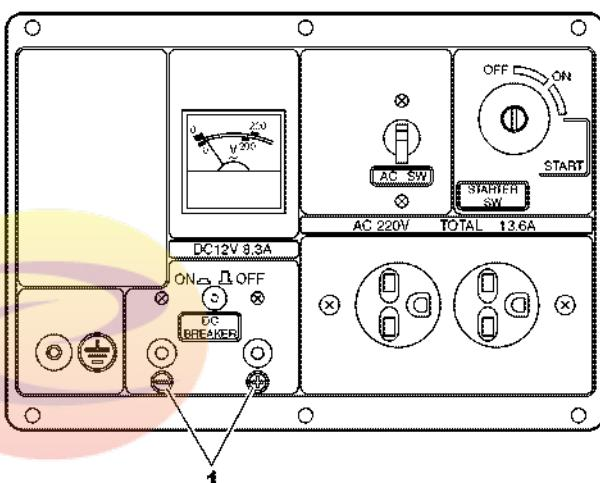

Рис. 63
Клеммы постоянного тока (DC) (Рис. 63, (1)) можно использовать только для зарядки 12 В автомобильных аккумуляторов. (Другие устройства подключать нельзя.)